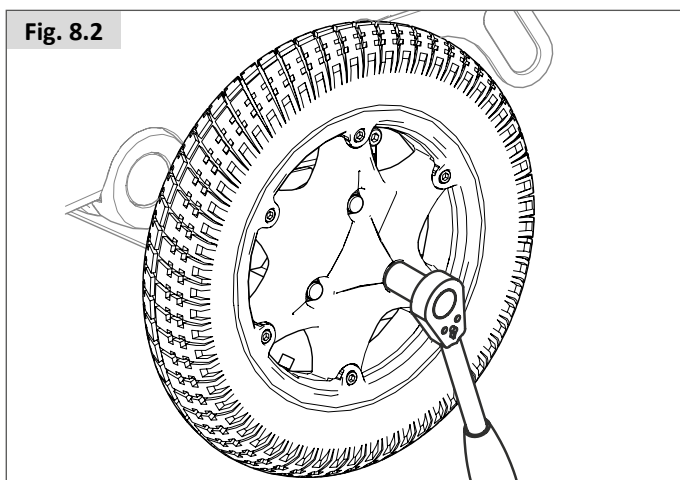

Fig. 8.7
- Ta dekket og slangen av den utvendige felgen, (Fig. 8.7).